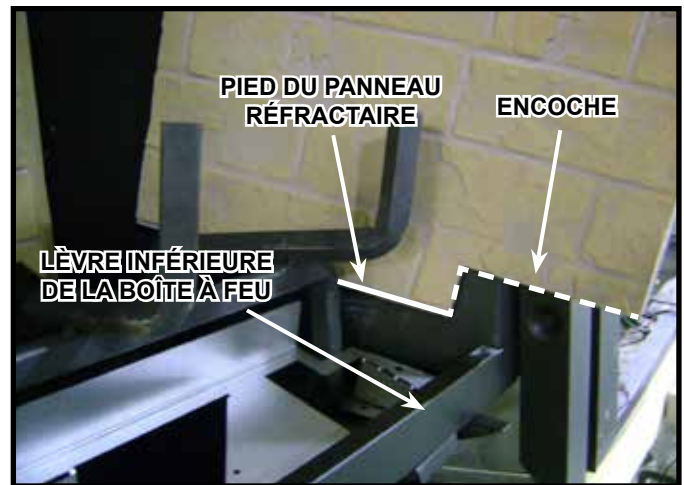

Figure 3
3. Placez le panneau réfractaire droit contre la paroi latérale droite de la boîte à feu. Placez l'encoche rectangulaire située au bas du panneau réfractaire droit sur la lèvre inférieure de la boîte à feu. Le pied du panneau réfractaire repose sur la boîte à feu une fois la lèvre de la boîte à feu introduite dans l'encoche du panneau. Voir figure 3.